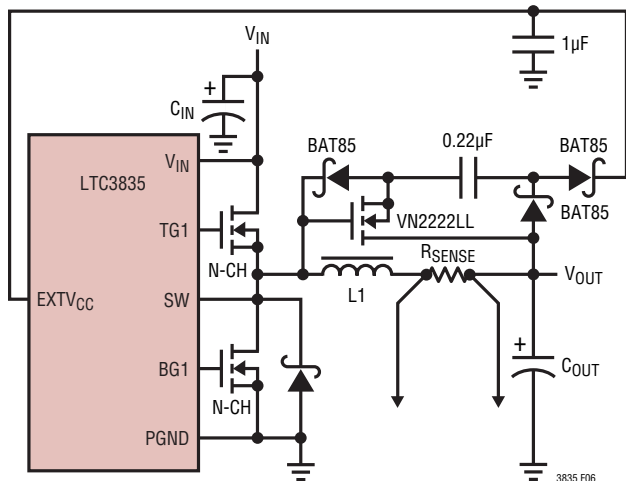

図6. EXTV_{CC}用の容量性ゲートチャージポンプ
図6に示すオプションのショットキーダイオードD1は、2個のパワーMOSFETによる導通間のデッドタイム中に電流を通します。これはボトムMOSFETのボディダイオードがオンになるのを防ぎ、デッドタイム中に電荷が蓄積されて逆回復時間が必要になるのを防ぎますが、V_{IN}が高い場合は3%程度の効率低下を招きます。1Aから3Aのショットキーを使用すれば比較的電流が小さくなるので、一般的にはこの辺が、両方の動作範囲に対する適切な妥協点となります。ダイオードを大きくすると接合容量も大きくなるので、遷移損失はさらに増加します。
4. 出力使用の昇圧ネットワークにEXTV_{CC}を接続。3.3Vまたはその他の低電圧レギュレータでは、出力から得た電圧を4.7V以上に昇圧し、これにEXTV_{CC}を接続することによって、なお効率の向上を実現できます。これは、図6に示す容量性のゲートチャージポンプを使用して行います。